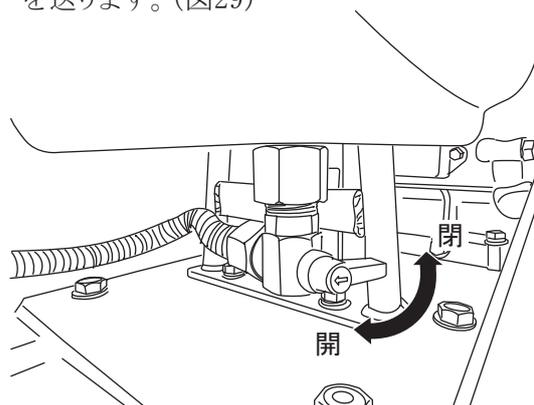

図 29
3. 水コックを開いてダイヤモンドブレードへ冷却水を送ります。(図29)
3. 水コックを閉じます。(図29)